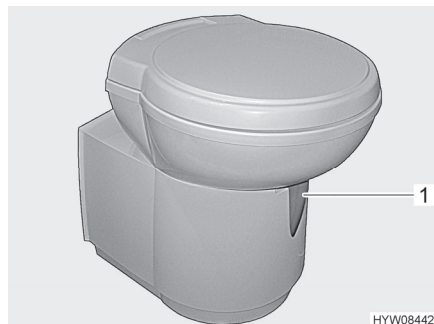

Fig. 82 WC Thetford (orientable)
- Avant d'actionner la chasse d'eau, ouvrir le curseur des toilettes Thetford. Pousser pour cela le levier du curseur (Fig. 82,1) dans le sens inverse des aiguilles d'une montre.